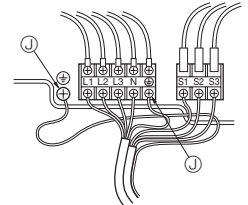

Fig. 7-2
7.1. Unità esterna (Fig. 7-1, Fig. 7-2)
- 2 Posizionare i cavi secondo la Fig. 7-1 e la Fig. 7-2.